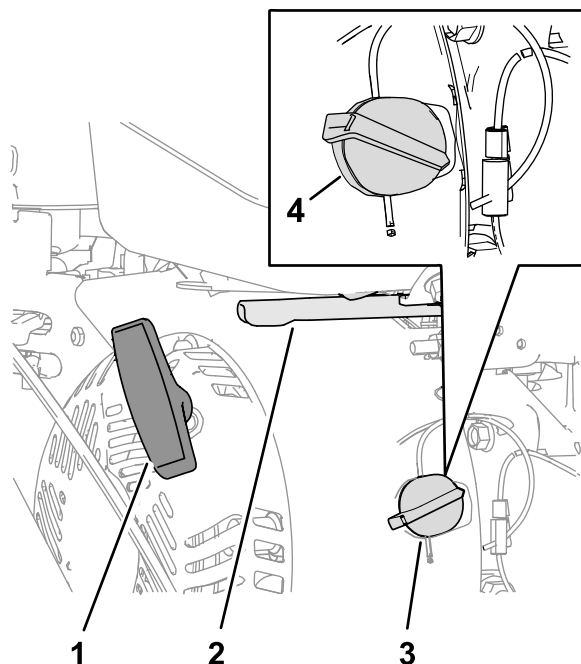

Figure 12
1. Sur le côté droit moteur, tournez la commande marche/arrêt du moteur dans le sens horaire à la position MARCHÉ (Figure 12).
3. Placez la commande d'accélérateur, située sur le côté arrière droit du moteur, à mi-course entre les positions BAS RÉGIME et HAUT RÉGIME (Figure 12).
4. Tirez lentement la poignée du lanceur jusqu'à ce que vous sentiez une résistance, puis arrêtez de tirer (Figure 12).
- Placez la commande d'accélérateur à mi-course entre les positions BAS RÉGIME et HAUT RÉGIME (Figure 12).
- Laissez tourner le moteur pendant au moins 15 secondes, puis tournez la commande Marche/Arrêt du moteur en position ARRÊT pour couper le moteur (Figure 12).